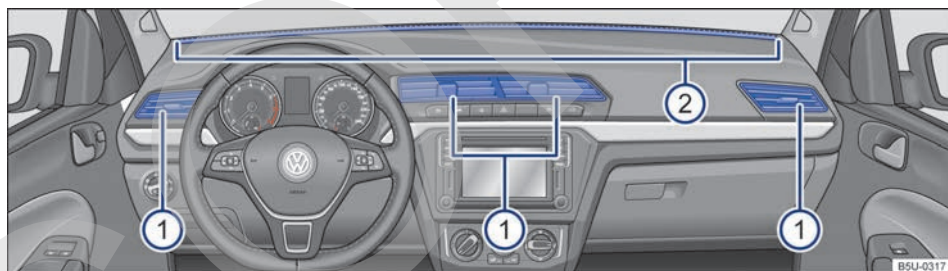

Fig. 89 En el panel de instrumentos: difusores de aire.
Para conseguir una calefacción, una refrigeración y una entrada de aire suficientes en el interior del vehículo, los difusores de aire nunca se deberán cerrar completamente → fig. 89 ①.
- Para abrir los difusores de aire ①, presionar en la parte superior del difusor de aire.
Hay otros difusores de aire, no regulables, en el panel de instrumentos → fig. 89 ② y en las áreas para los pies.